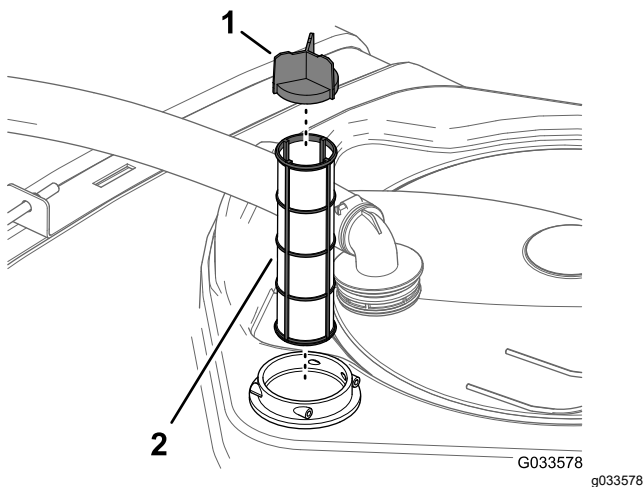

Figure 103
4. Retirez l'ancien filtre d'aspiration de son logement dans la cuve (Figure 103).